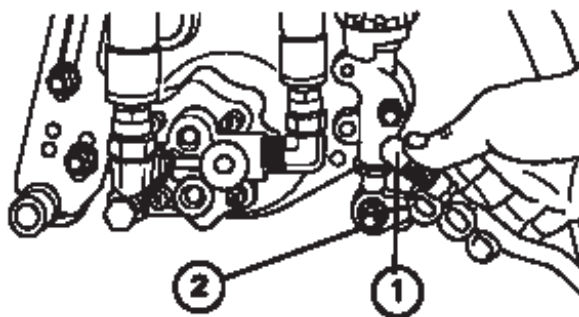

Figure 4
5. Repoussez la gaine sur la rotule et tournez le bras de traction vers le bas pour que la boîte s'adapte sur la sphère. Relâchez la gaine pour qu'elle vienne recouvrir le goujon, ce qui solidarise les ensembles (Fig. 4).